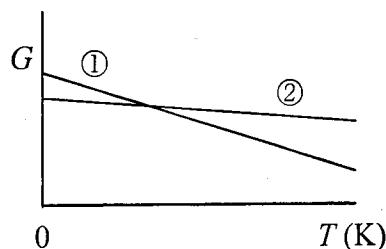
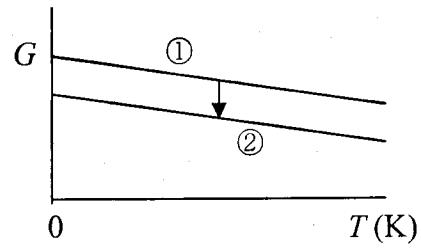

図 2-1
図 2-2
2. 図 2-1 と 図 2-2 は、温度変化にともなう試料物質の状態変化を考察するための概念図であり、縦軸はギブズエネルギー (G)、横軸は温度 (T) である。エントロピーとエンタルピーは温度によって変化しないと考え、両図中の線①と線②は、直線近似されている。
- (a) 直線①、②の勾配と $T = 0\text{ K}$ における縦軸との切片は、それぞれどのような物理量を示しているか答えなさい。
- (b) 図 2-1 と図 2-2 は、それぞれ可逆変化、不可逆変化のどちらを示しているか答えなさい。なお、図 2-2 の矢印は線①の状態から線②の状態へ変化することを示している。
- (c) ある試料の DTA-TG 昇温測定を行ったところ、吸熱ピークが現れたが、質量変化は測定されなかった。この測定結果について図 2-1 または図 2-2 を使って簡単に説明し、その具体例を 1 つ挙げなさい。また、この吸熱ピークにともなうエンタルピー変化とエントロピー変化は正か負か答えなさい。
- (e) 別の試料の DTA-TG 昇温測定を行ったところ、発熱ピークが現れたが、質量変化は測定されなかった。この測定結果について図 2-1 または図 2-2 を使って簡単に説明し、その具体例を 1 つ挙げなさい。